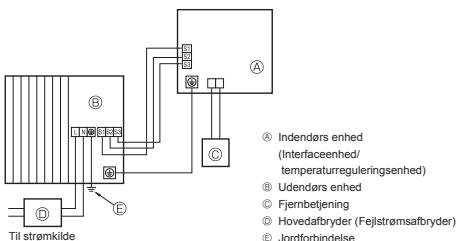
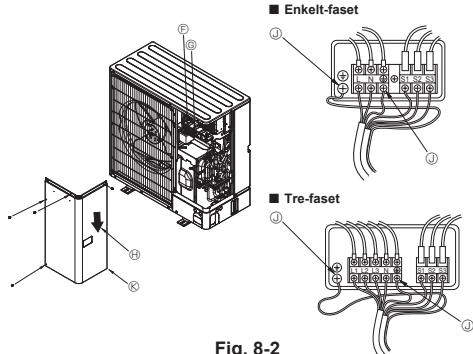

Fig. 8-1
Fig. 8-2
### 8.1. Udendørs enhed (Fig. 8-1, Fig. 8-2)
① Afmonter servicepanelet.
② Før kablerne som angivet i Fig. 8-1 og Fig. 8-2.